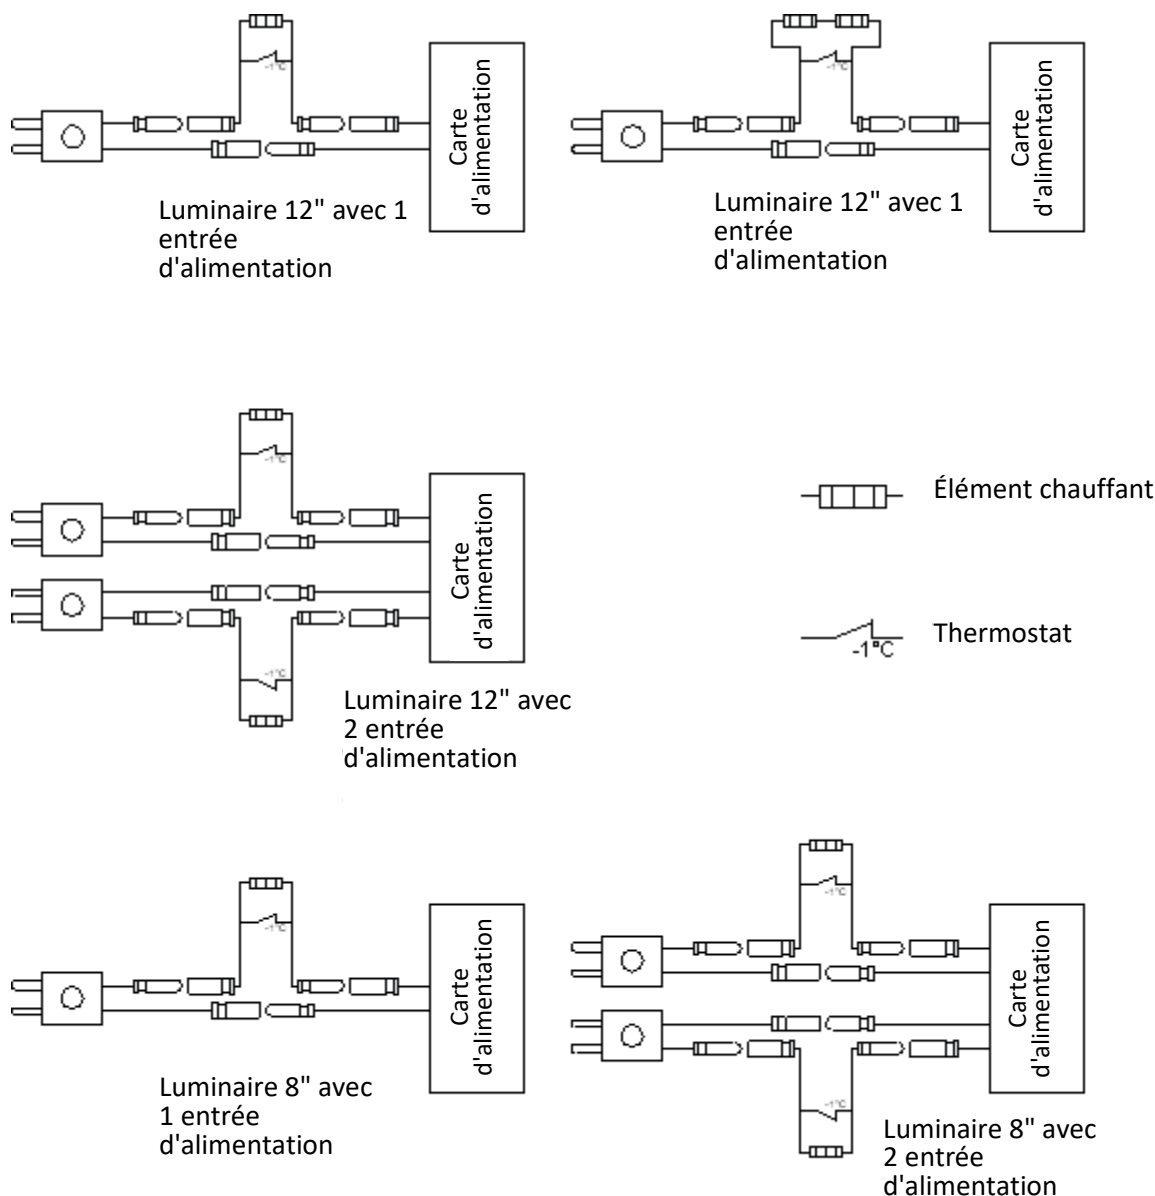

Figure 27 - Schéma de connexion électrique du kit Arctique
- un joint torique entre dôme et couvercle inférieur (Figure 27 - n°2) ;
- un joint torique autour du dôme (Figure 27 - n° 3) ;
- un joint entre la balise et la base basse dia. 8" (Figure 27 - n°4) ;
- un joint entre la balise et la base basse dia. 12" (Figure 27 - n°7) ;